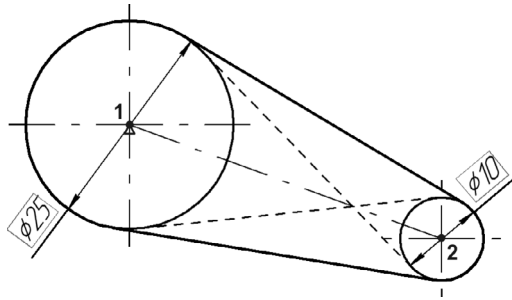

Рис. 59.42.
5. Постройте два отрезка, касательные к обеим окружностям. Из предложенных системой четырех вариантов касания создайте только два наружных отрезка (рис. 59.42).